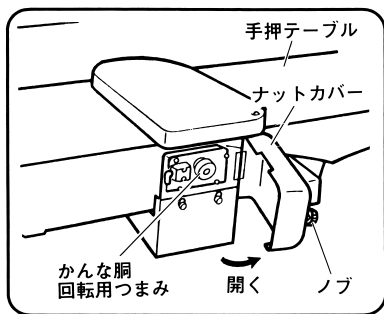

図 30
(2) 手押部のナットカバーのノブをゆるめナットカバーを開きます。(図 30)
- (1) 手押かな盤部のかな胴回転用つまみ（図 30 参照）をまわし自動かな盤部の固定板が上になる位置にします。